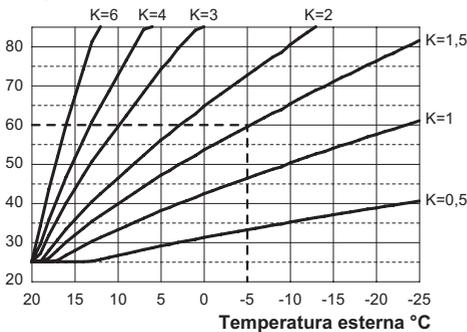

Figura 5.54
Se alla caldaia **È COLLEGATO** il comando remoto (opzionale) riferirsi alla Figura 5.54.
Quando si installa la sonda esterna bisogna impostare questo parametro in base al rendimento dell'impianto di riscaldamento per ottimizzare la temperatura di mandata (Figura 5.54).
Es. Per avere una temperatura di mandata all'impianto di riscaldamento di 60°C con una esterna di -5°C si deve settare un K di 1,5 (linea tratteggiata in Figura 5.54).
- Utilizzando i tasti 12 o 14 è possibile modificare il valore del parametro 14 da un minimo di **00** ad un massimo di **60** in base alla curva scelta del coefficiente K in Figura 5.54 (il valore letto sul display, in Figura 5.60, corrisponde a **K = 1,5**).